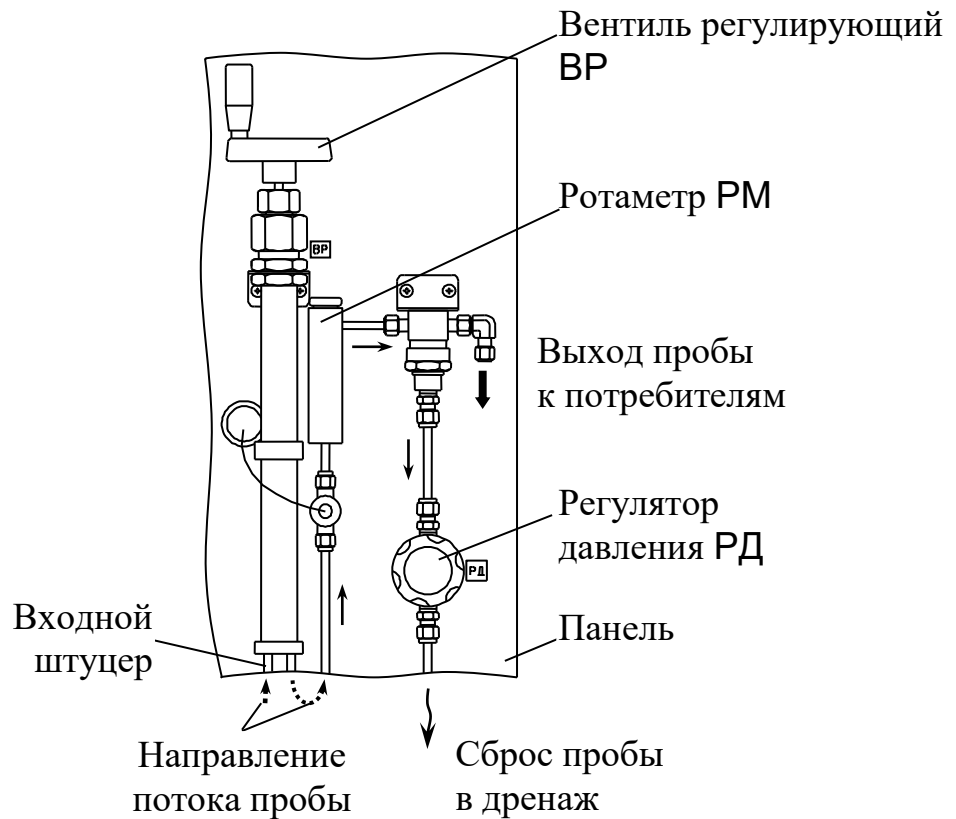

Рисунок 2.18 – Настройка УПП в режиме РАБОТА
- установить вентилем **ВР** необходимый расход пробы по ротаметру **РМ** (рисунок 2.18);